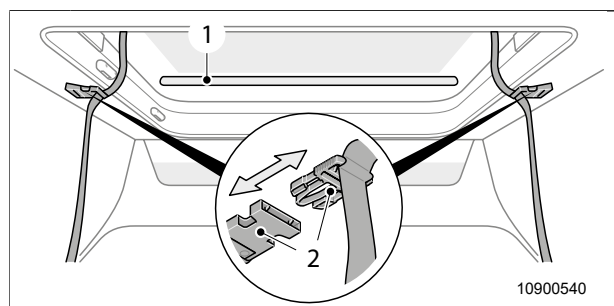

Bild 37 Öppna det uppfällbara taket
3. Öppna spännet (Bild 37, pos. 2) på högra och vänstra sidan.
5. Tryck det uppfällbara taket uppåt med handtagsstången (Bild 37, pos. 1). Se till att taket inte hamnar snett. Från en viss punkt öppnas det uppfällbara taket av sig självt med hjälp av gasfjädrarna och hålls i ändläget.